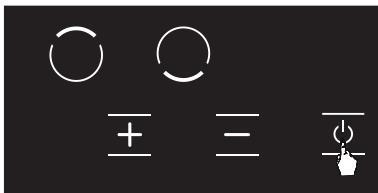

Abbildung 11
1. Durch Berühren der **Ø** Taste kann der Herd abgeschaltet werden. (siehe Abb. 11)